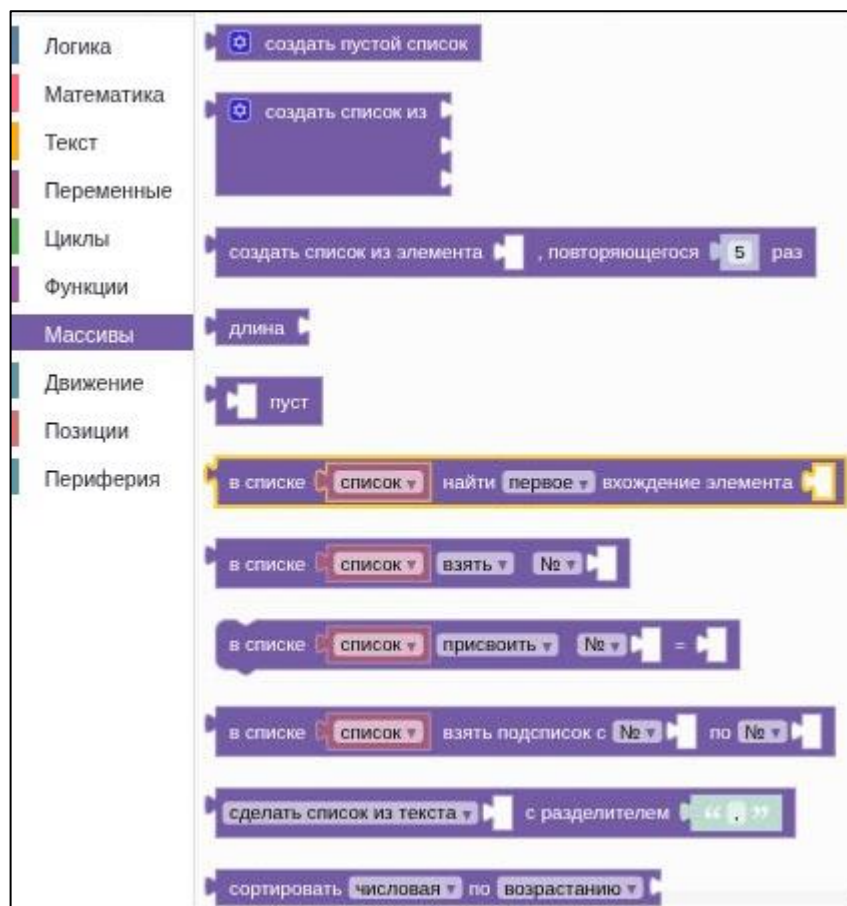

Рисунок II-20 – Раздел «Массивы»
- Раздел «Массивы» – набор блоков с командами-массивами (см. Рисунок II-20).